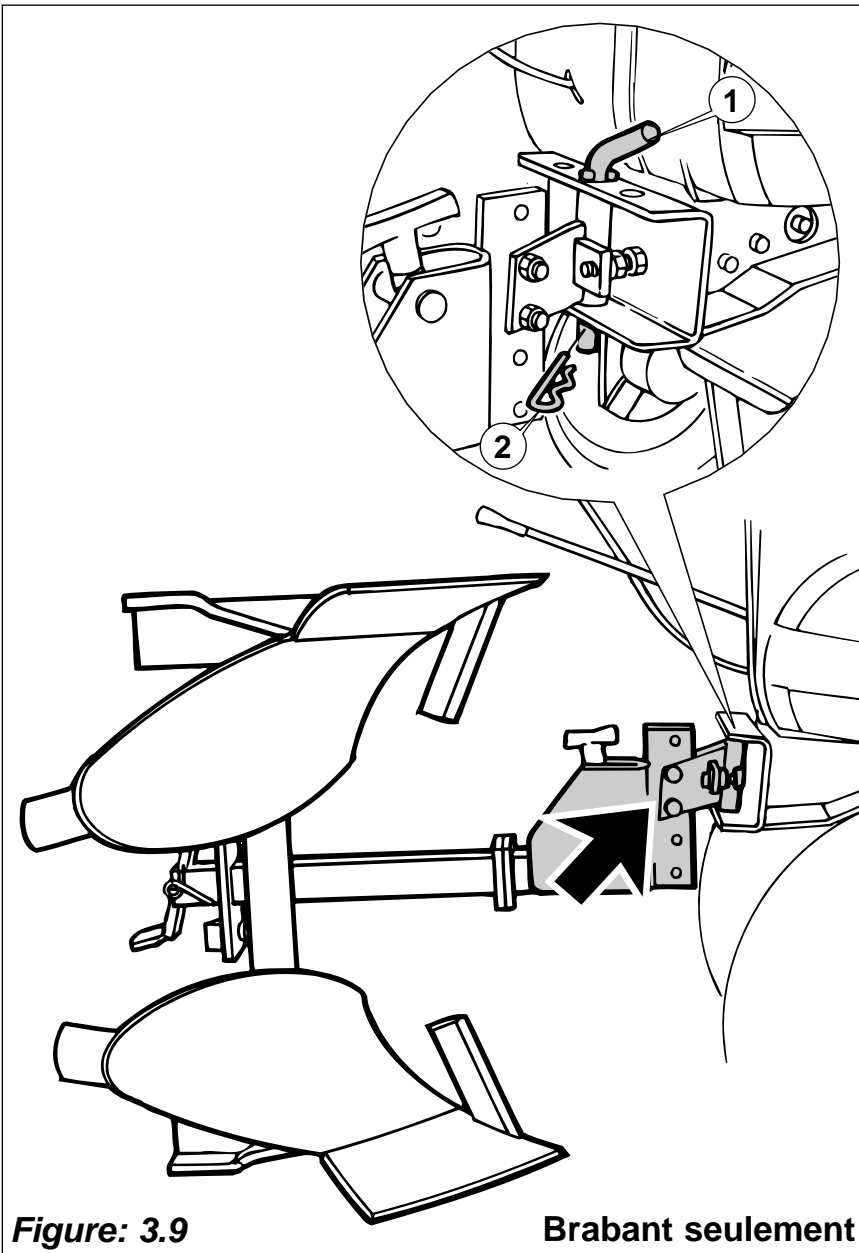

Figure: 3.9
- 10) Posez debout sur le sol le brabant ou la charrue. Vérifier que la tête d'attelage soit positionner sur le deuxième et le troisième trous en partant du haut (Figure: 3.9). Tirez la motobineuse vers l'anneau et fixez la charrue à l'aide de la broche (1) et de la goupille(2). Vérifiez.